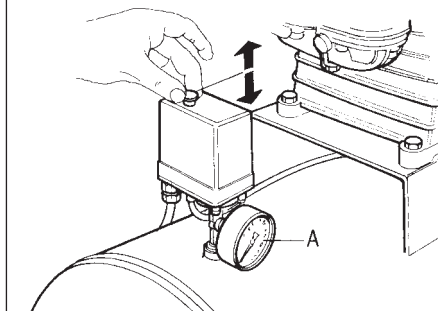
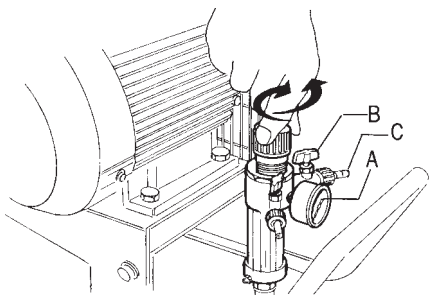

fig. 3
fig. 6
- controleer of de rode drukknop op de pressostaat in de rustpositie "OFF-0" (fig. 3) staat.
Om de compressor uit te doen dient men de drukknop in de stoppositie "OFF - 0" naar beneden te duwen (Fig. 3).
■ Bij compressoren met een drukregelaar de gewenste druk afstemmen door de regelingsknop (Fig. 6), als volgt te bedienen: bij regelaars met handvatten die op de gewenste druk geblokkeerd kunnen worden,
moet men er zeker van zijn dat het handvat vrij en niet geblokkeerd is, voor men begint het handvat voor de regeling te draaien; anders moet men het vrijmaken door het naar boven te trekken totdat men de "klik" heeft overschreden die het blokkeert. De regelingshandvatten laten de uitgangsdruk stijgen wanneer men naar rechts en dalen wanneer men naar links draait. Bij regelars met kranen mag het openen en het sluiten van het lucht absoluut niet plaatsvinden door het slagklepje van de kraan met tangen of gereedschappen te bewerken zodat het slagklepje B zelf zou kunnen breken (Fig. 6); onder normale omstandigheden vervult de kraan zijn functie zonder bijzondere moeite. Er bestaan twee drukregelaarfamilies waarvan de maximale bedrijfsdruk respectievelijk 8 en 10 bar is, hogere drukken brengen de normale werking in gevaar. De gebruiksdrukwaarde zal op de manometer A (Fig. 6), aangegeven staan terwijl de op de manometer A (Fig. 3) afgelezen druk de interne druk van het reservoir zal zijn.
- De buis van het apparaat dat men wil aansluiten, aansluiten op luchtuitgangskraan C (Fig. 6) en de kraan openen. Nadat men de compressor heeft gebruikt, de kraan sluiten.